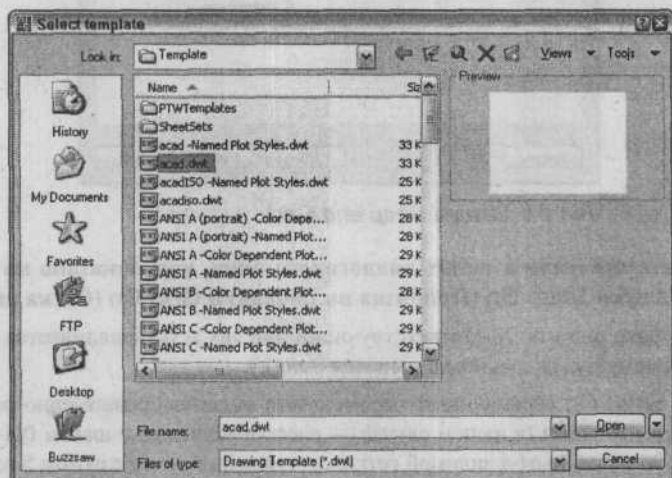

Рис. 3.2. Создание нового чертежа на основе шаблона
4. Выделите шаблон **acad.dwt** (рис. 3.2) и щелкните на кнопке **Open** (Открыть).